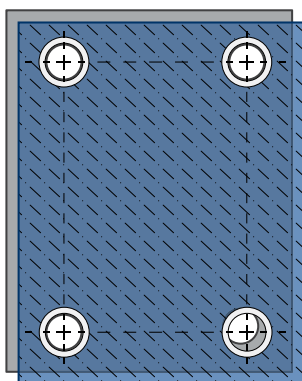
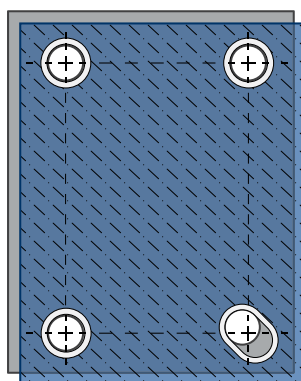

Figure 3
Figure 4
Il y a (4) points de fixation dans une séquence rectangulaire. Cela peut entraîner un désalignement le long des axes x et y (*Figure 3*). Le concepteur du produit a choisi de placer un Limiteur de Compression Ovalé en diagonale dans l'un des coins (en bas à droite) afin de tenir compte du désalignement potentiel (*Figure 4*). Lors de l'assemblage, les points de fixation avec les (3) Limiteurs de Compression Ronds peuvent être fixés en premier, puis tout désalignement entre le composant en plastique et le composant d'accouplement sera compensé par le Limiteur de Compression Ovalé au point de fixation final.